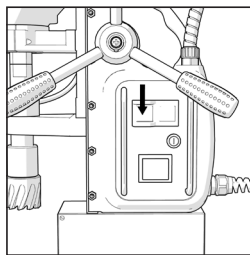
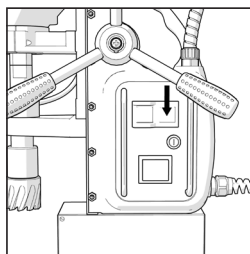

FIG. 4b
FIG. 4c
- Actionnez l'interrupteur à bouton-poussoir Vert **(Fig. 4b)** sur le tableau de commutation de la machine pour mettre le moteur en marche et l'interrupteur à bouton-poussoir Rouge pour éteindre le moteur. **(Fig. 4c)**